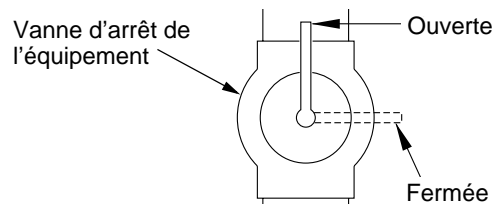

Figure 23 - Vanne d'arrêt de l'équipement
1. Fermez la vanne d'arrêt de l'équipement (voir figure 23).
1. Ouvrez la vanne d'arrêt de l'équipement (voir figure 23).